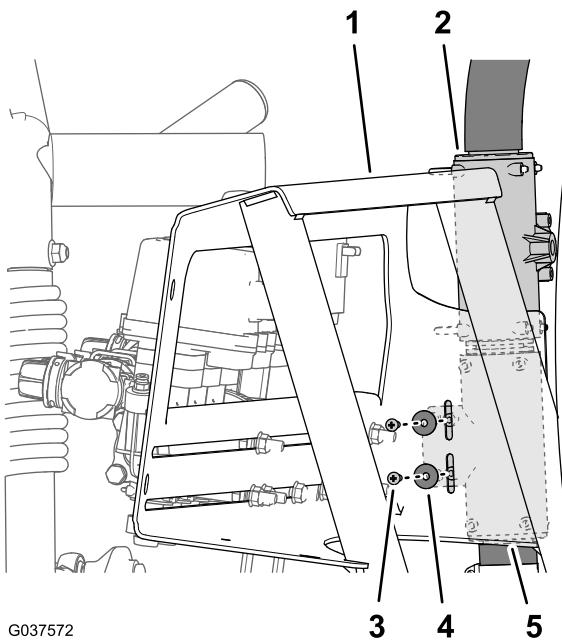

Bild 44
1. Entfernen Sie die zwei Kopfschrauben (Nr. 10 x 5/8") und die zwei Scheiben (Nr. 10), mit denen das untere T-Anschlussstück an der Ventilstütze befestigt ist (Bild 44).